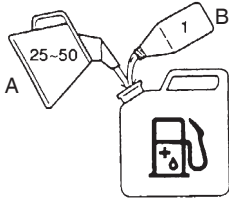

Fig. 1
**MODO DE USO****Combustible (Fig. 1)****⚠ ATENCIÓN**